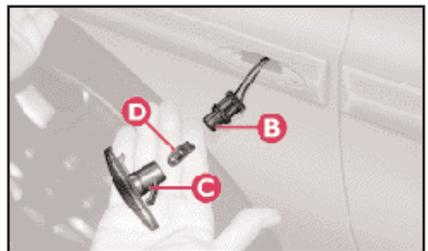

fig. 16
3) Dégager la douille **B** (fig. 16) du logement **C** du transparent.